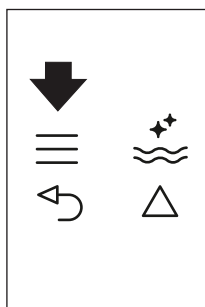
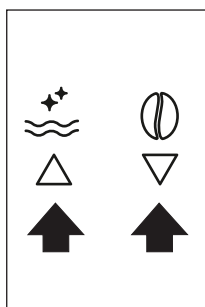

Fig. 22
Fig. 9
- ▶ Pulse el icono ≡ (B2) para entrar en el menú (Fig. 22). Pulse los iconos Δ ▽ (B7) y (B8) (Fig. 9) hasta que se visualice el mensaje "PROGRAM COFFEE" (programar café).